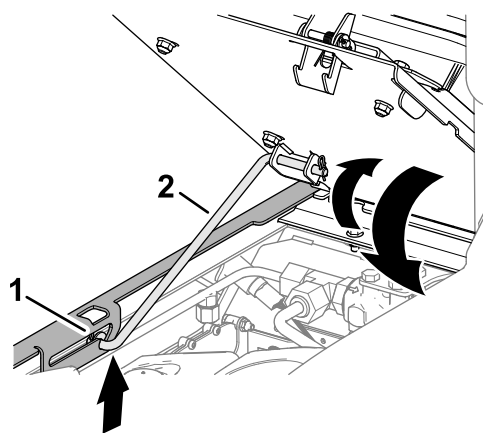

Figura 98
1. Gire el asiento un poco y levante la varilla de sujeción para retirarla de la ranura del soporte del asiento (Figura 98).